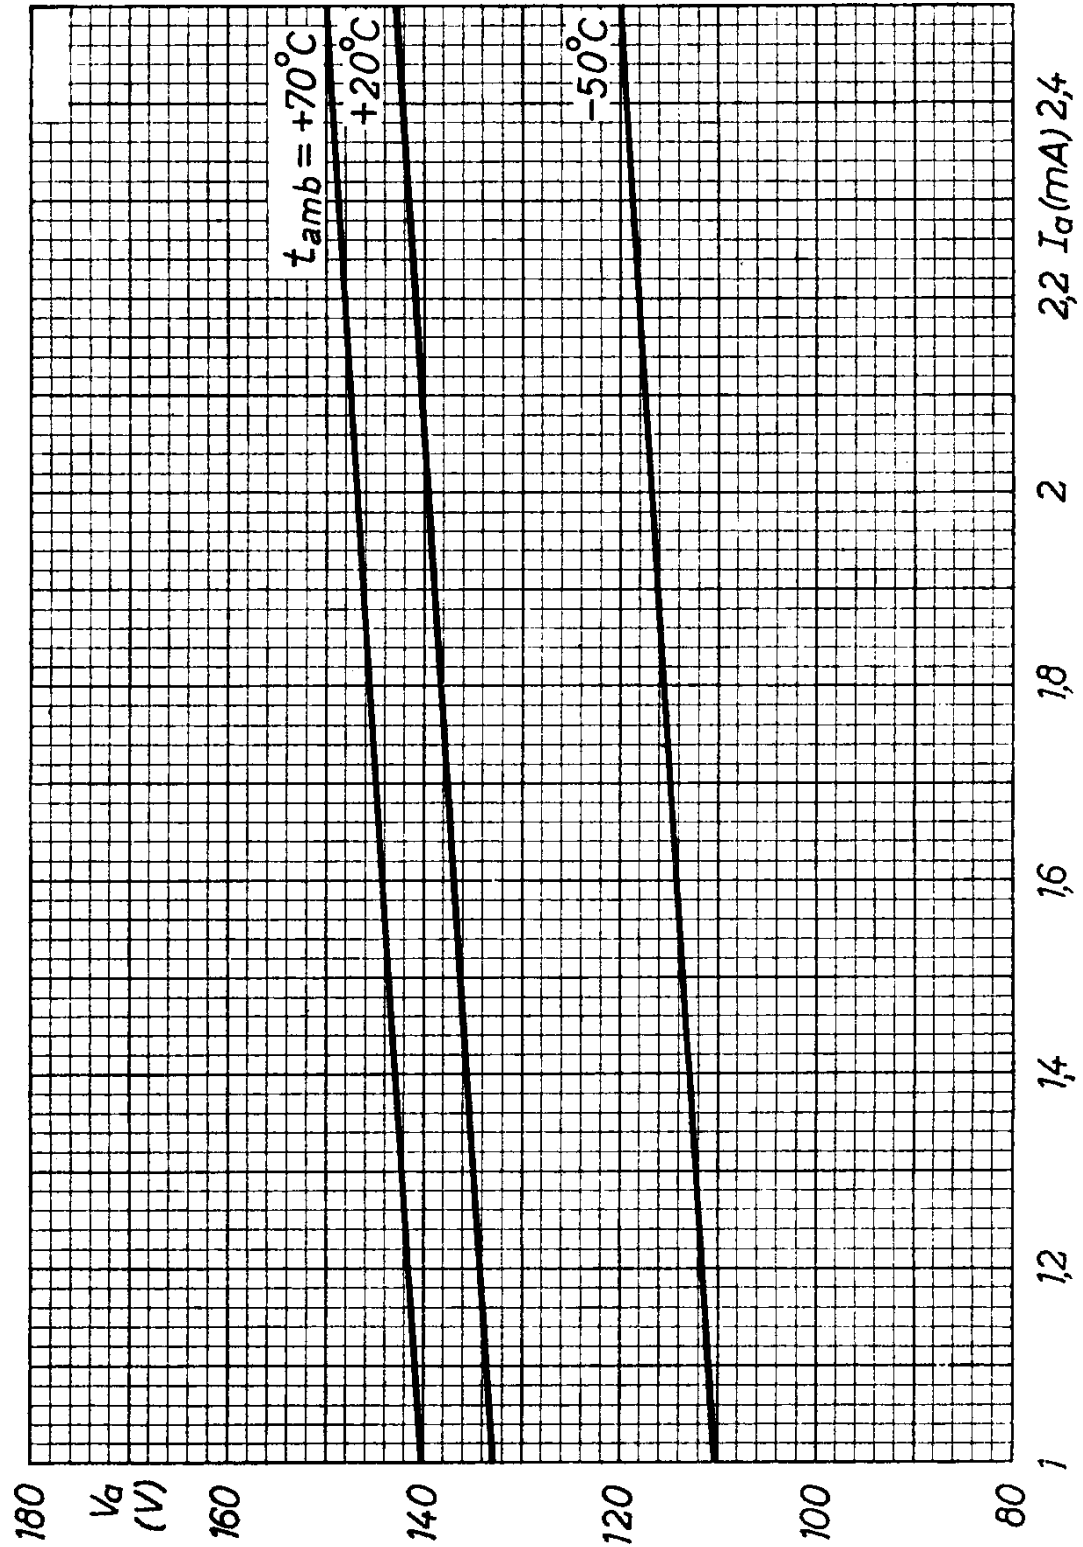

Figure 5
- (1) Pendant une durée maximale de 20 ms.
(2) Si l'on travaille à des températures inférieures à 0 °C on pourra noter une plus grande dispersion des caractéristiques (voir figure 5) et une diminution de la durée de vie. En pareil cas, il est préférable de faire fonctionner le tube avec une tension d'alimentation anodique supérieure à 200 V.